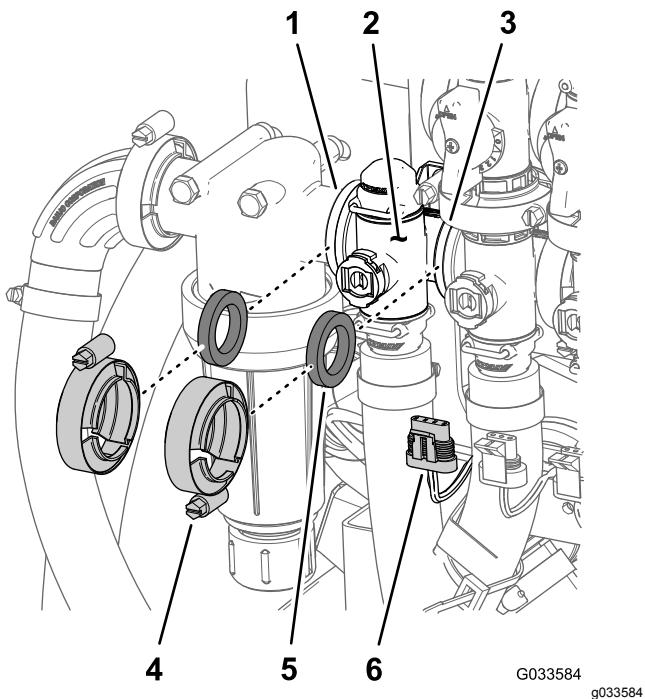

Figura 98
- Retire os grampos e as juntas que prendem o coletor da válvula de controlo de aplicação (Figura 98) ao filtro de pressão e válvula de agitação.